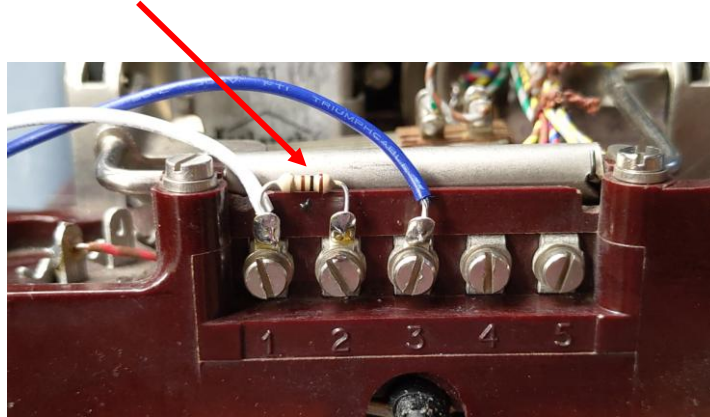

Abbildung 7
- ☐ Schliessen Sie die anderen Enden gemäss Abbildung 7 am Kontaktblock an (Anschlüsse 1 und 3).
- ☐ Messen Sie die Spannung bei gedrücktem Gabelkontakt (Hörer aufgelegt) am Kontaktblock Abbildung 7 (Anschlüsse 1 und 3). Die Spannung sollte $48V \pm 5V$ betragen.
- ☐ Messen Sie die Spannung bei nicht gedrücktem Gabelkontakt (Hörer abgehoben) am Kontaktblock Abbildung 7 (Anschlüsse 1 und 3). Die Spannung sollte grösser 10V betragen.